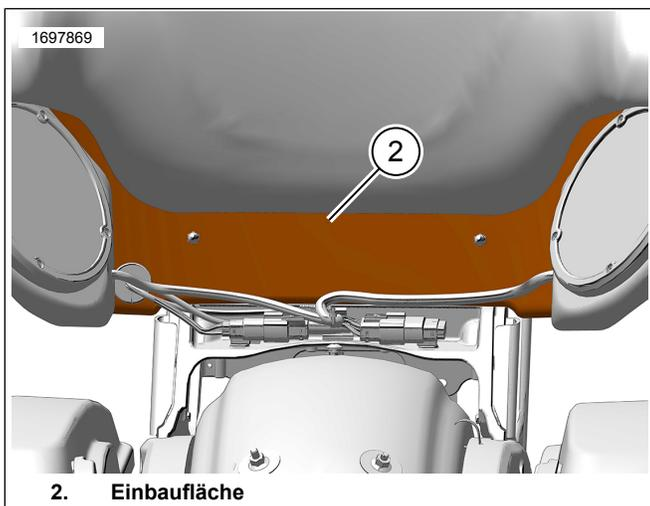

Abbildung 10. Befestigungsfläche
- Siehe Abbildung 10. Die Kabelbaum-Halteclips anbringen.
- Die Befestigungsfläche (2) komplett trocknen lassen.